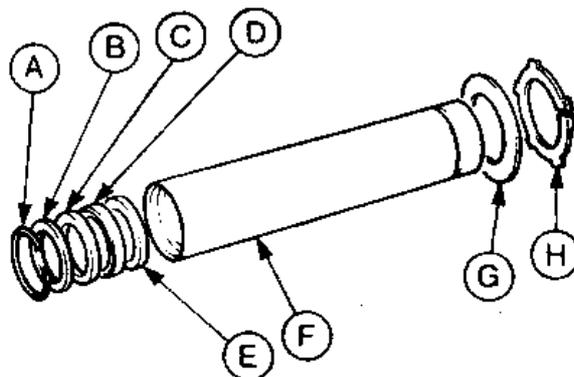

Рис.11.42. Порядок установки манжет и стопорных колец (Разд.35)
17. Начинать сборку следует с надевания манжет внутренней трубки и шайб на рейку начиная с конца с зубцами в следующем порядке: стопорное кольцо, шайба, манжета с канавкой, плоская манжета и шайба. Во избежание возможных повреждений манжет при установке зубцы рейки следует обернуть тонкой фольгой или бумагой (Рис.11.42 и 11.43).